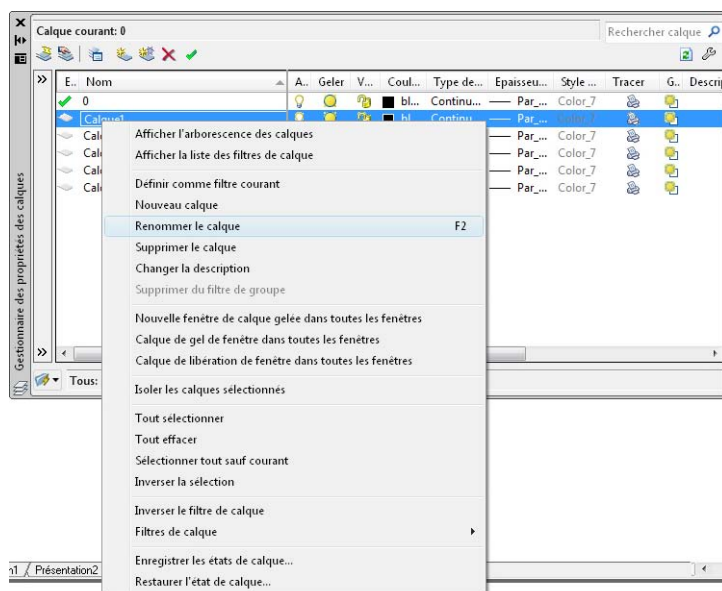

Figure 4.36
4. Commencez par renommer et associer une couleur aux calques. Cliquez du bouton droit sur le nom des calques. Un menu contextuel s'affiche dans lequel vous choisissez Renommer le calque (voir Figure 4.36). Nommez le premier calque « mur ».